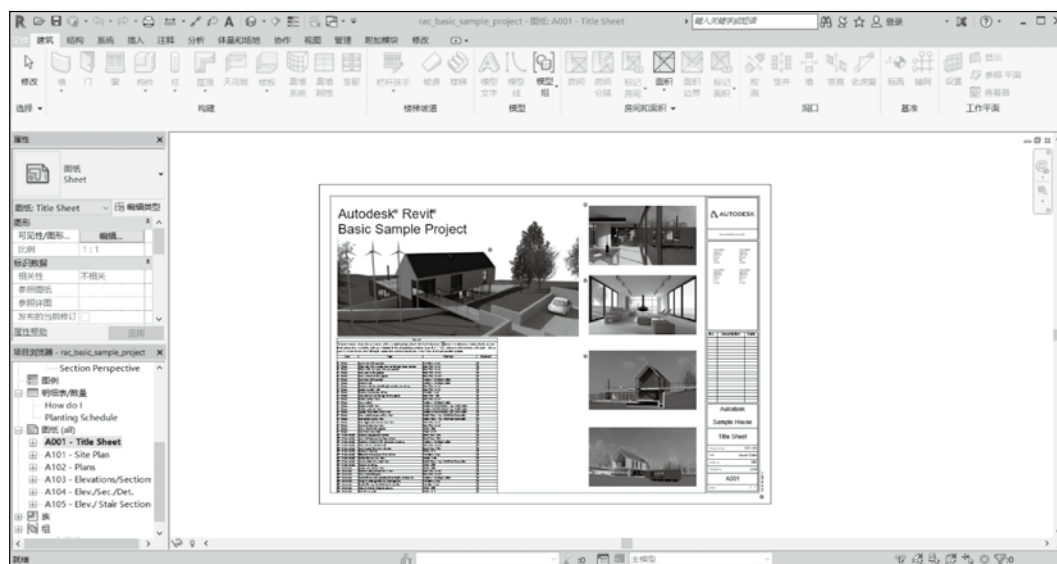

图 1.1.3 Autodesk Revit 用户界面
(2) 单击建筑样例项目，打开样例文件，Autodesk Revit 用户界面如图 1.1.3 所示。